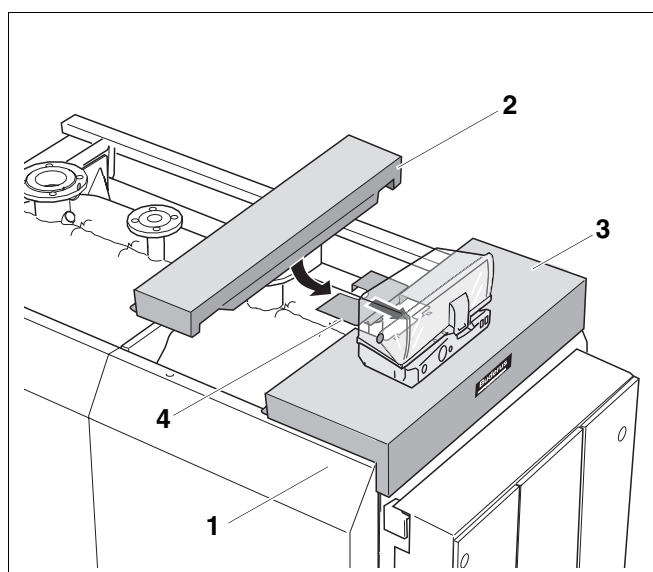

Fig. 39 Montage du couvercle avant
- Placer le couvercle avant (fig. 39, **pos. 2**) sur les panneaux latéraux avant (fig. 39, **pos. 1**) et glisser le couvercle contre le capot avant de la chaudière (fig. 39, **pos. 3**).
- Poser l'élément avant du capot (fig. 39, **pos. 4**) sur le capot avant de la chaudière (fig. 39, **pos. 3**).